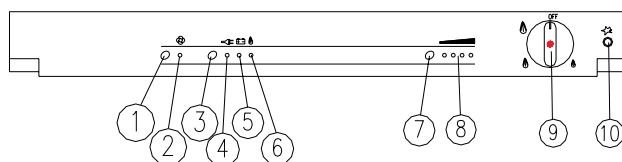

Fig. 3
### Accuspanning (Afb.3)
## Gas (afb. 3)
### KOELKAST OP GAS (afb.3)
### KOELKAST OP NETSTROOM (afb.3)
### KOELKAST OP ACCUSTROOM (afb.3)
### DE VENTILATIE AANZETTEN (afb. 3)
de toets (3) (afb.3), zet men eerst de koelkast uit en sluit men het gaskraantje.
(9) (afb.3). Laat het deurtje openstaan om
- De gasknop (9) op OFF te zetten (afb.3)